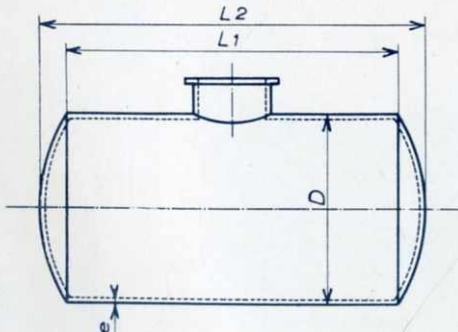

Fig. 66
- 3° Dimensions du réservoir (voir fig. 66 et 67).